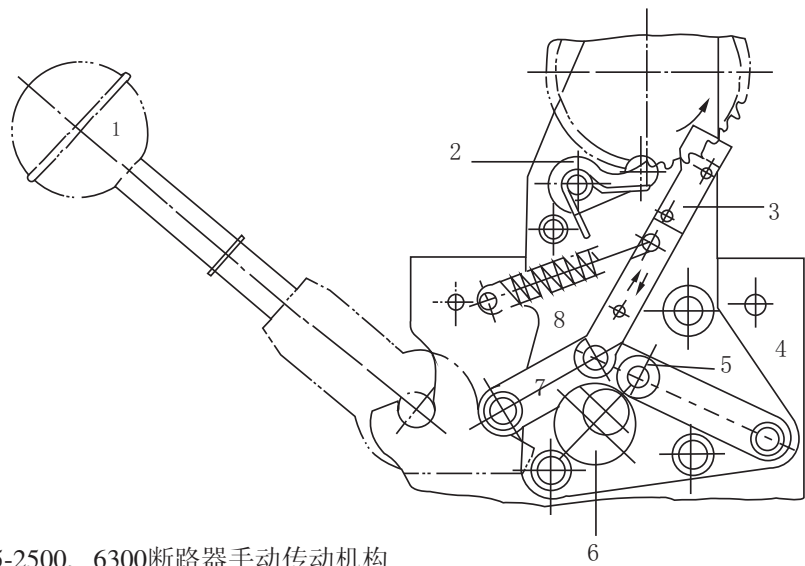

图12 DW15-2500、6300断路器手动传动机构
### 5.4 DW15-2500、6300断路器电动及手动操作机构(见图12)
5.4.2 在使用手柄操作断路器时，必须注意到偏心轮6和连杆7是否在图12所示位置(最低位置)，否则用手转动电动机手轮使偏心轮6和连杆7处于最低位置。然后才能操作手柄使断路器储能闭合。
8.1.8.5 DW15-2500、6300断路器在检修过程中需要手动合闸断路器时，可以将操作手柄插入电动操作机构内(见图3和图12所示)然后向下按动手柄进行储能(在操作前，请用户注意到第5.4.2条提及的偏心轮的位置)，若无预储能要求，储能结束后断路器即刻合闸，若有预储能要求，请按动“I”按钮使断路器合闸。